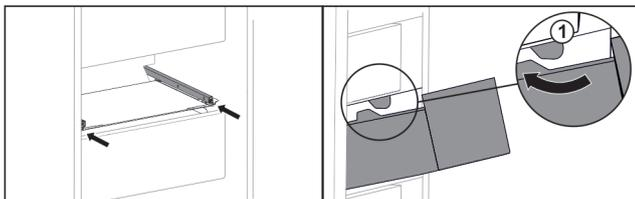

Fig. 45
- Avvicinare il cassetto ai fermi Fig. 45 (1).